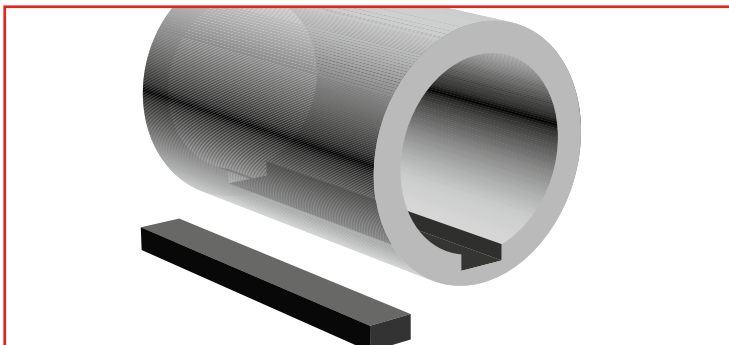

Figura 21. Cubra con un agente desmoldante.
**2. Aplique** una capa delgada de agente desmoldante, LOCTITE Silicone Lubricant al cuñero y a cualquier área que no se desee que se adhiera el producto. (Vea la figura 21).